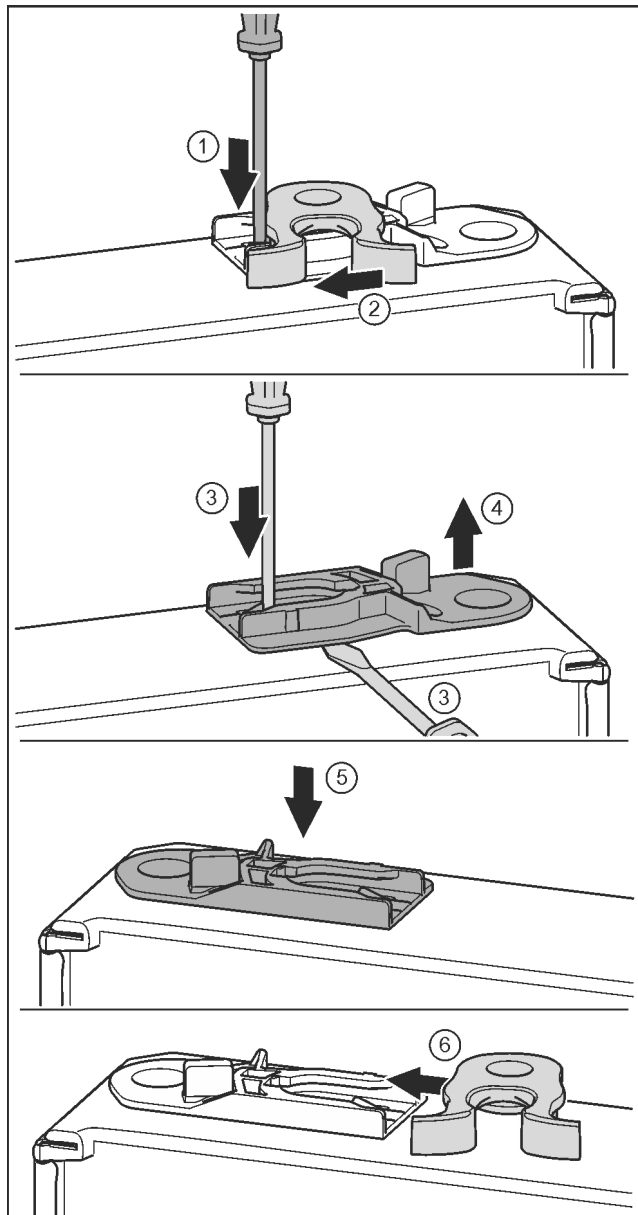

Fig. 34 *
- ▶ Presione la lengüeta hacia abajo con el destornillador para tornillos de cabeza ranurada. Fig. 34 (1) *
- ▶ Extraiga el gancho de cierre de la guía. Fig. 34 (2) *
- ▶ Extraer el casquillo de guía: presione la lengüeta con el destornillador para tornillos de cabeza ranurada y, al mismo tiempo, desplácela con el destornillador por debajo del casquillo de guía. Fig. 34 (3, 4)*
- ▶ Introduzca el casquillo de guía incluido en el suministro en el otro lado de la carcasa. Fig. 34 (5) *
- ▶ Introduzca el gancho de cierre en la guía. Fig. 34 (6)*